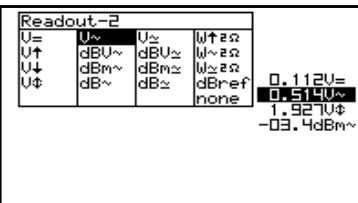

Fig 22
4. Press the cursorkeys to highlight the desired readout function for meter 2 readout. (Fig. 22)
4. Druk op de pijltoetsen voor het kiezen van de uitlezingfunctie van meter 2. (**fig. 22**)
4. A l'aide des touches curseur choisissez la fonction désirée pour l'appareil numéro 2. (**fig. 22**)